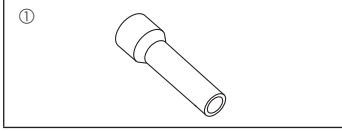

Fig. 1-1
1.6. Dış ünite aksesuarları (Fig. 1-1) (ZM200/250, M200/250)